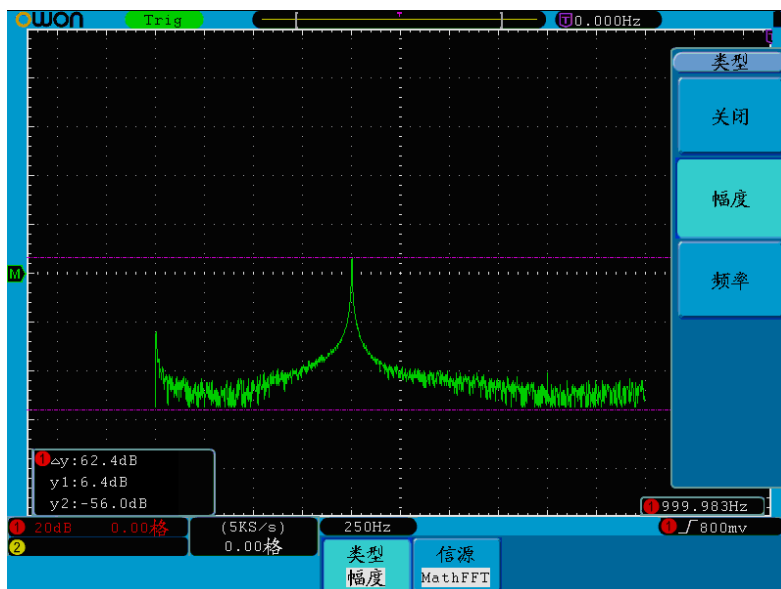

图5-61：FFT模式下幅度光标测量波形
3. 根据被测波形，分别转动两个通道的 **垂直位置** 旋钮调整**光标1**、**光标2**的位置，位于波形左下方的光标增量窗口显示**光标1**和**光标2**幅度差值的绝对值及两光标当前的位置。见图5-61：